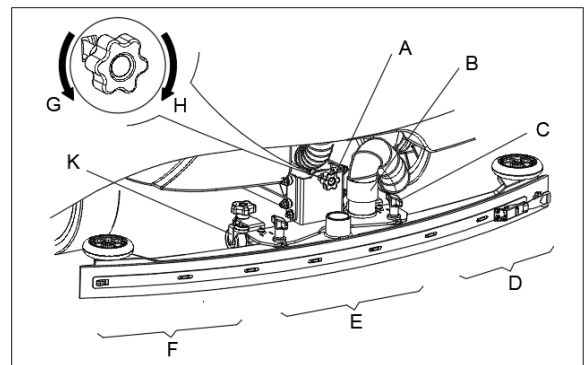

Figura 10
1. Installare il tergitoro e serrare i dadi (C, Figura 10), quindi collegare il tubo flessibile dell'aspirazione (B) al tergitoro.
2. Regolare il tergitoro mediante la manopola di regolazione del tergitoro (A).
- a) In presenza di uno spazio tra il pavimento e la parte mediana della gomma del tergitoro posteriore (E), regolare la manopola (A) in senso orario (H) fino a quando tutte le sezioni della gomma del tergitoro posteriore sono bene a contatto con il pavimento e la gomma anteriore tocca leggermente il pavimento.
- b) In presenza di uno spazio tra il pavimento e le due estremità della gomma posteriore (D ed F), regolare la manopola (A) in senso antiorario (G) fino a quando tutte le sezioni della gomma del tergitoro posteriore sono bene a contatto con il pavimento e la gomma anteriore tocca leggermente il pavimento.